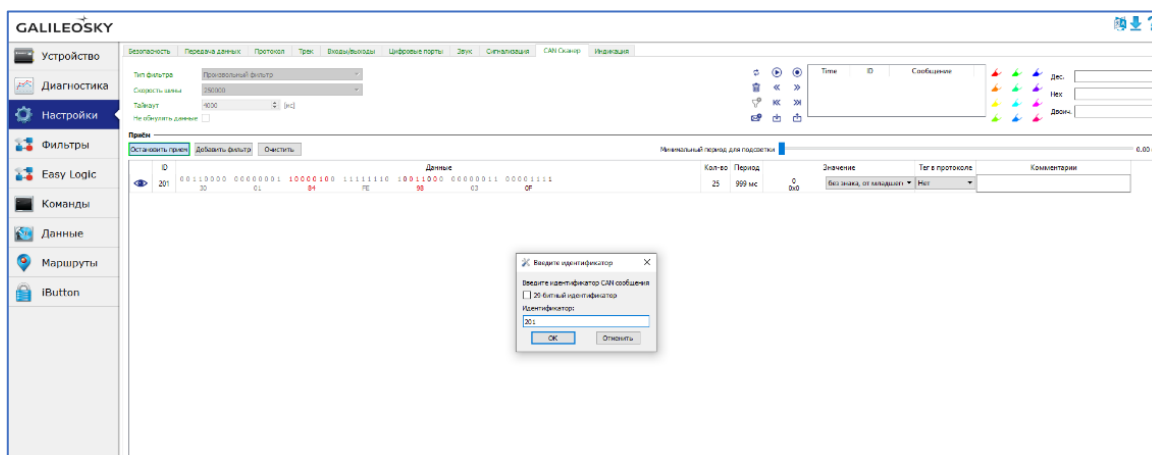

рис. 7.7. Настройки конфигуратора
- 4) Чтобы указать ID вручную, нажмите на кнопку «Добавить фильтр» и укажите идентификатор (в нашем случае 201) (рис. 7.7).